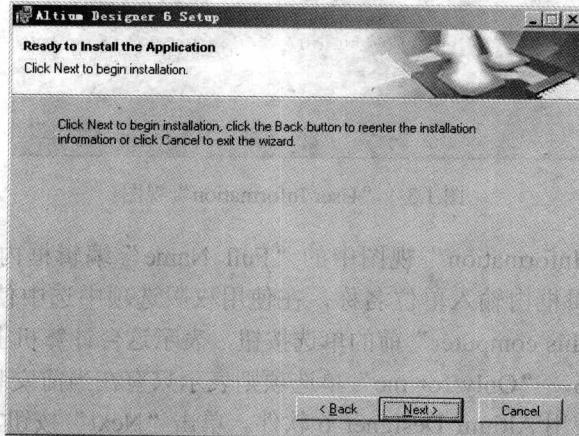

图 1.6 “Ready to Install the Application” 视图
(6) 在安装路径选择对话框中选择安装路径，单击“OK”按钮，确定安装路径，单击“Destination Folder”视图中的“Next”按钮，打开如图 1.6 所示的“Ready to Install the Application”视图。